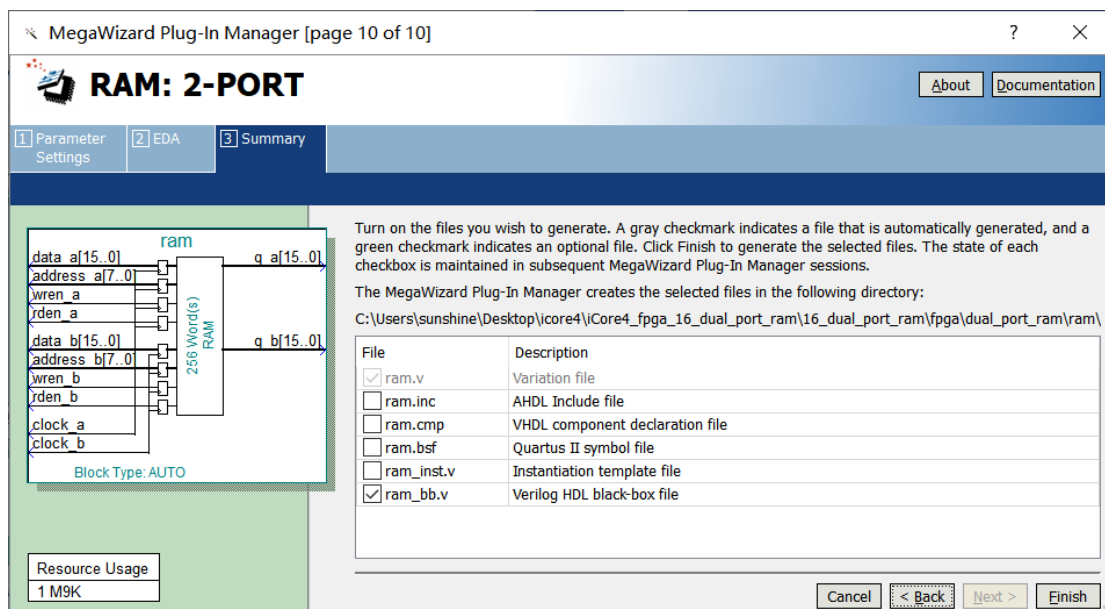

图 16-14
12、选择生成的 IP 核关联文件类型，如图 16-14 所示。